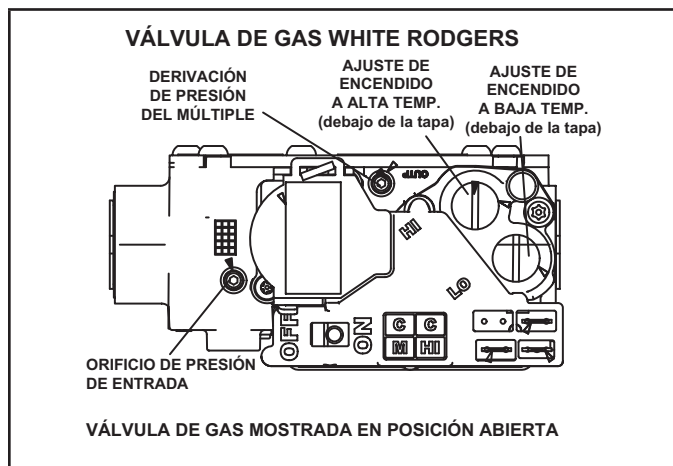

FIGURA 65
Operación de la válvula de gas (FIGURA 65)
- 6 - Mueva el interruptor en la válvula de gas a la posición **APAGADO**. Ver FIGURA 65.
- 8 - Mueva el interruptor en la válvula de gas a la posición **ENCENDIDO**. Ver FIGURA 65.
Un tapón roscado en la válvula de gas permite acceso a la presión de suministro. Ver FIGURA 65. Retroceda el tornillo hexagonal de 3/32 una vuelta, conecte un tubo de 5/16 y conéctelo a un manómetro para medir la presión de suministro. Ver la TABLA 25 para la presión de la línea de suministro.
Un tapón de presión del múltiple en la válvula de gas permite acceso a la presión del múltiple. Ver FIGURA 65. Retroceda el tornillo hexagonal de 3/32 una vuelta, conecte un tubo de 5/16 y conéctelo a un manómetro para medir la presión del múltiple.
- 5 - Haga ajustes si es necesario. La FIGURA 65 muestra la ubicación de los tornillos de ajuste de encendido de alta y baja temperatura.